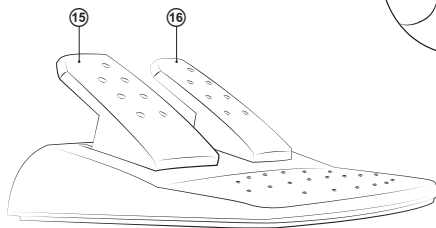

Рис. 3. Блок педалей
- Подключите к устройству блок педалей (рис. 3) с помощью встроенного в блок кабеля к разъему RJ-11 (Ⓜ), а потом подключите само устройство кабелем USB (Ⓜ) к свободному порту USB компьютера.